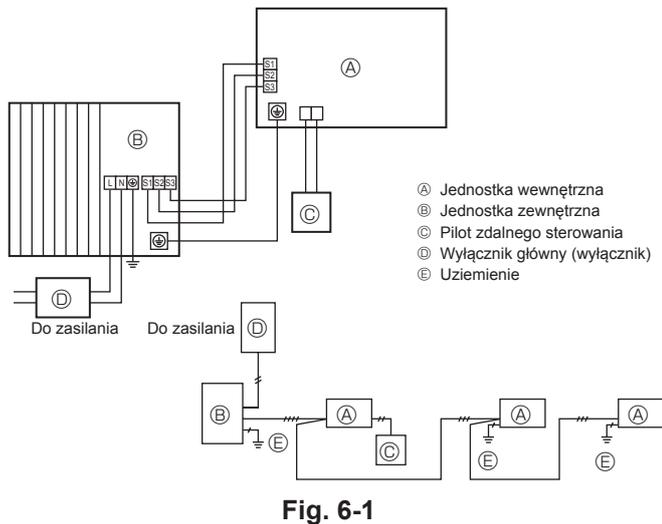

Fig. 6-1
6.1. Jednostka zewnętrzna (Fig. 6-1 i 6-2)
- ① Usunąć panel serwisowy.
- ② Podłączyć przewody zgodnie z Fig. 6-1 i 6-2.